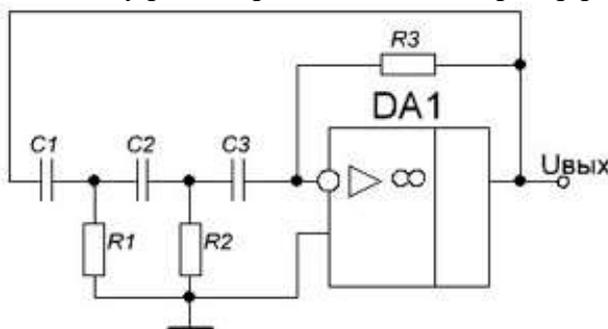

Рис. 9
9. Для схемы генератора на рис. 9 определить частоту генерации колебаний, если известно, что  $C1 = C2 = C3 = 1 \text{ мкФ}$ ,  $R1 = R2 = 100 \text{ Ом}$ . Какое минимальное значение сопротивления должно быть у резистора  $R3$ , чтобы генератор работал?